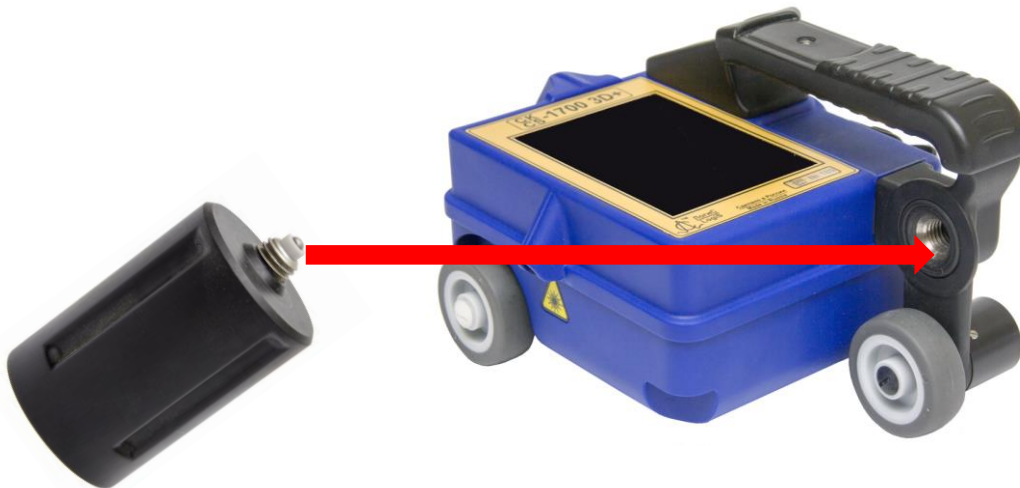

Рис. 5.1 - Установка блока питания
1. Прикрутить блок питания БП-2,6/14 к прибору вращая его по часовой стрелке (Рис. 5.1).